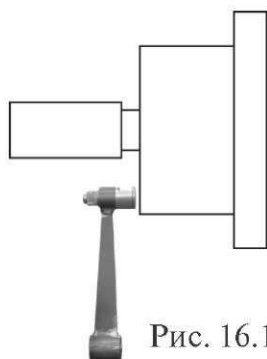

Рис. 16.1
16.2. Калибровка устройства измерения дистанции. Для оценки погрешности устройства ввода дистанции выдвиньте штангу ввода параметров и уприте ее палец в задний торец фланца вала, как показано на рис.16.1. При этом на индикаторах 1 отображается величина введённой дистанции, а на индикаторах 4 величина диаметра диска. Если величина дистанции на индикаторах 1 не равна  $4,5 \pm 0,2$ , то устройство ввода дистанции требует калибровки.